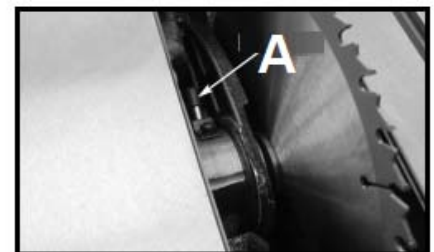

Рис. 11
C. Нажмите на стопорный штифт (A, Рис. 11) и медленно проворачивайте пильный диск к себе, пока штифт не войдет в зацепление с оправкой. Удерживайте оправку в зафиксированном положении.